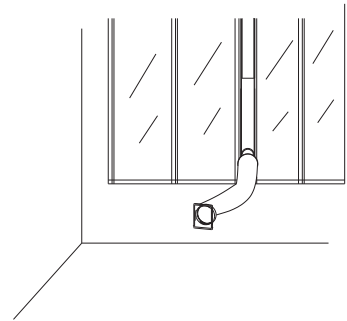

Fig. 8
9. Instale a conduta de ar de escape, o kit de janela e os respectivos acessórios na janela, de acordo com o esquema ilustrado na Fig. 8.